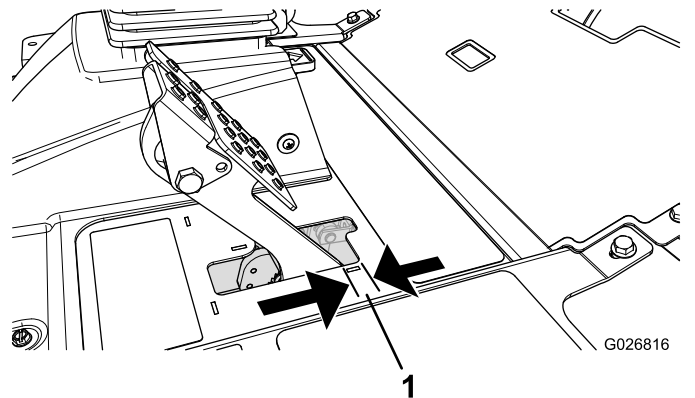

Figure 143
4. Enfoncez légèrement la pédale de frein et mesurez la distance que parcourt la pédale sans résistance (Figure 143).
Remarque: Réglez les freins si la garde à la pédale de frein est supérieure à 2,5 cm (Figure 143) ou si la force du frein de stationnement est insuffisante.
6. Serrez les écrous arrière afin de pouvoir déplacer le câble en arrière jusqu'à obtention d'une garde à la pédale de frein de 6 à 13 mm (Figure 143), avant le blocage des roues par le frein de stationnement.